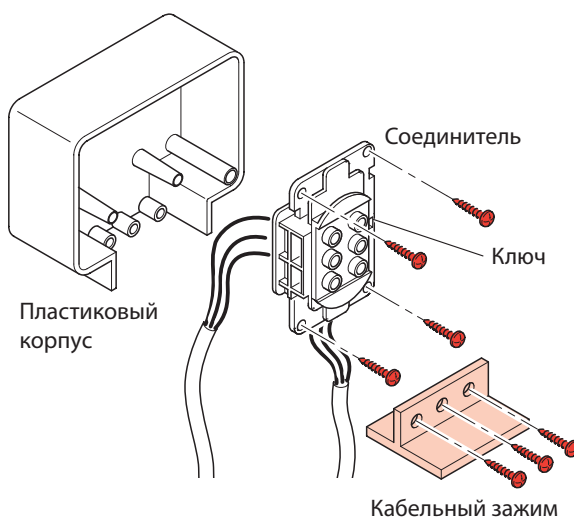

Рис. 3
1. На рис. 3 показан порядок сборки поставляемого соединителя входа/выхода с использованием изолированного кабеля с сечением жил не менее 2,5 мм².
2. Вставьте соединитель в пластиковый корпус и закрепите его винтами из комплекта поставки. С помощью кабельного зажима прикрепите проводники к корпусу (см. рис. 3).
Поставляемые в комплекте кабели оснащены входной вилкой и выходной розеткой и рассчитаны на максимальный ток 16 А. Поэтому рекомендуется соединять панель управления с поставляемым соединителем напрямую (как показано на рис. 3 и 4, стр. 36-37) применений, в которых ток на входе ИБП будет превышать 13 А (например, мощность нагрузки 5000 ВА при напряжении на входе 184 В).